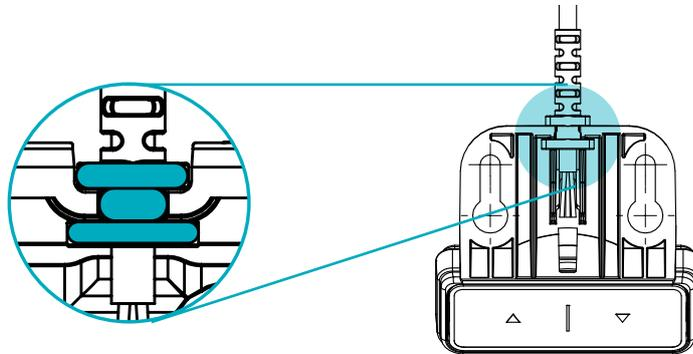

Abb. 6: Einsetzen der Zugentlastung am TOUCHbasic-DN
2. Stecken Sie die Zugentlastung in den dafür vorgesehenen Schlitz am Handschalter (Abb. 6).
1. Verwenden Sie einen Fräser oder ein ähnliches Gerät, um den Ausschnitt zu fräsen. Die Abmessungen für den gefrästen Ausschnitt sind in Kapitel 5.2.4 (Abb. 6) dargestellt.